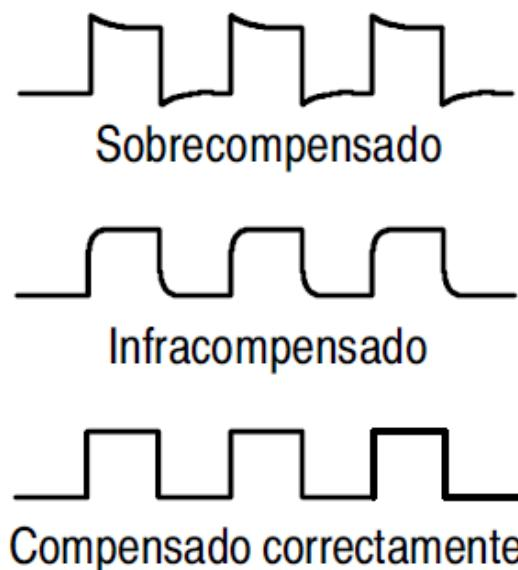

Figura 5. Compensación correcta e incorrecta de la forma de onda.
3. Compruebe el aspecto de la forma de onda. Figura 5.